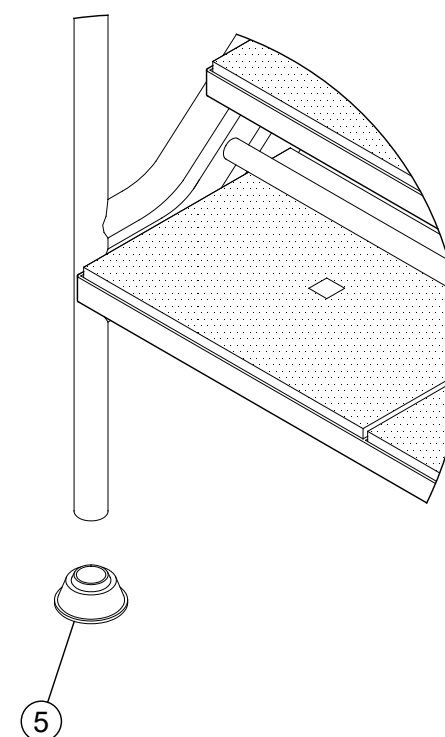

FIG. 8
- 5 - Montar los toques (5) del pasamano, para evitar que la escalera pueda causar desperfectos en el mosaico de la piscina.(Fig.8)
- 6 - Una vez montada la escalera, introducirla en los anclajes (7) teniendo en cuenta, el haber puesto anteriormente en los pasamanos las tapetas embellecedoras (6).
- 5 - Assemble the handrail stops (5) to prevent the ladder from damaging the pool mosaic. (Fig. 8)
- 6 - Once the ladder is assembled, insert it into the anchors (7), taking into account that the decorative caps (6) were previously placed on the handrails.
- 5 - Monter les butées de main courante (5) pour éviter que l'échelle n'endommage la mosaïque de la piscine. (Fig.8)
- 6 - Une fois l'échelle assemblée, insérez-la dans les ancrages (7), en tenant compte du fait que les couvercles décoratifs (6) ont été préalablement placés sur les mains courantes.
- 5- Montieren Sie die Handlaufanschläge (5), um zu verhindern, dass die Leiter das Poolmosaik beschädigt. (Abb. 8)
- 6- Sobald die Leiter zusammengebaut ist, stecken Sie sie in die Anker (7). Beachten Sie dabei, dass die dekorativen Abdeckungen (6) zuvor auf den Handläufen angebracht wurden.